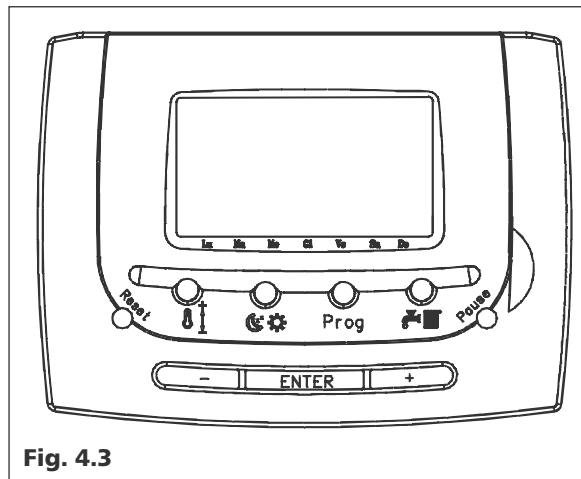

Fig. 4.3
4.2 Kit pannello di comando a distanza (accessorio) (Fig. 4.3)